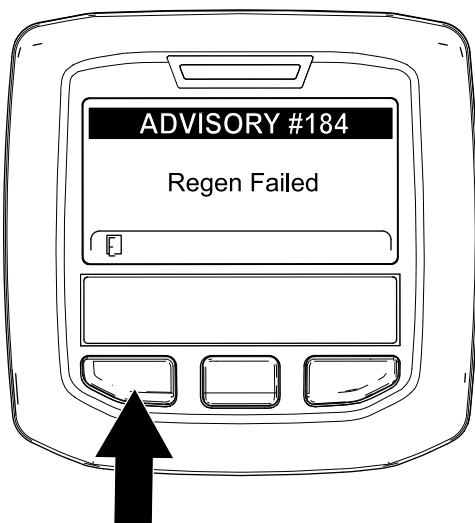

Figura 58
**Nota:** Si la regeneración no se completa, el InfoCenter muestra el Aviso N° 184 (Figura 58). Pulse el botón izquierdo para salir de la pantalla de inicio.